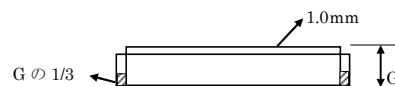

図 2 正面図の例 (基板なし)
- 4) 正面図及び右側面図のキャップの厚みは**尺度**に関わらず作図された図面に対して実寸で 1.0mm とする。側面電極の立ち上がりは、高さ(G)の $1/3$ とし斜線で表す。(図 2)
付図 2 外形図面例 2